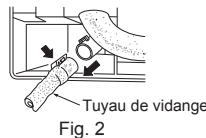

Fig. 2
- Si le tuyau de vidange fourni avec l'unité interne est trop court, connectez-le au tuyau de vidange (I) se trouvant dans le local d'installation. (Fig. 2)
- 3) Retirez le tuyau de vidange du côté arrière gauche de l'unité interne. (Fig. 2)